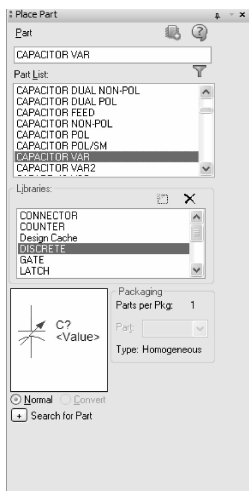

图 6-146 选择可调电容器
3) 放置可调电容元器件。在“Place Part（放置元件）”面板中选择“DISCRETE. olb（分立式元件库）”，在元器件过滤列表框中输入“CAPACITOR VAR”，在元件预览窗口中显示符合条件的元器件，如图 6-146 所示。将元器件放置到图样空白处。